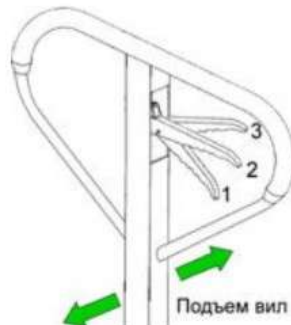

Рисунок 6. Органы управления.
- Для подъема вил переведите рычаг на рукоятке (1) в положение подъема (рисунок 6). Движением рукоятки (1) или педали (2) сверху вниз происходит поднятие вил.
- Для опускания вил переведите рычаг на рукоятке (1) в положение опускания или нажмите на педаль (3) (рисунок 6).
- Операция обработки и укладки - переместите штабелёр ближе к грузу. (Расстояние между вилами и грузом примерно 300 мм). Переведите рычаг на рукоятке в положение опускания, переместите вилы на требуемую высоту, а затем переместите вилы медленно и как можно глубже под поддон с грузом. Переведите рычаг в положение подъема и поднимите вилы до расстояния в 200-300 мм от земли. Переместите штабелёр к месту выгрузки груза и медленно остановитесь. (Расстояние между полкой с грузом и вилами должно составлять примерно 300 мм). Переведите рычаг в положение подъема и поднимите вилы на необходимую высоту (нижняя часть поддона должна находиться на высоте около 100 мм выше, чем полка с грузом). Переместите груз медленно по направлению к полке и переведите рычаг или педаль (3) в положение опускания, затем осторожно положите товар на полку. После всех выполненных операций, медленно сдвиньте назад, чтобы вытащить вилы из под поддона с грузом.